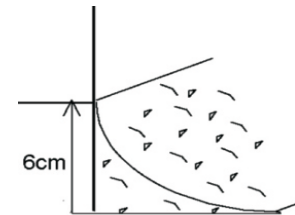

Abb. 4
6. Kieswall auf der Innenseite des Pools (Abb. 4)